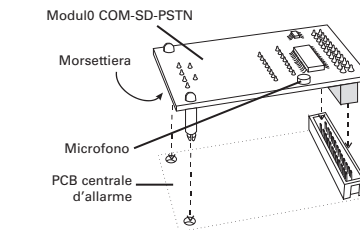

Figura 2: installazione del modulo
3. Montare il modulo nella centrale d'allarme (Figura 2).